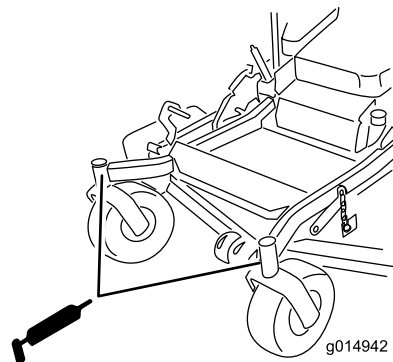

Figure 45
11. Remettez le bouchon hexagonal et le capuchon antipoussière en place (Figure 45).
12. Graissez les roulements des roues pivotantes (Figure 45).